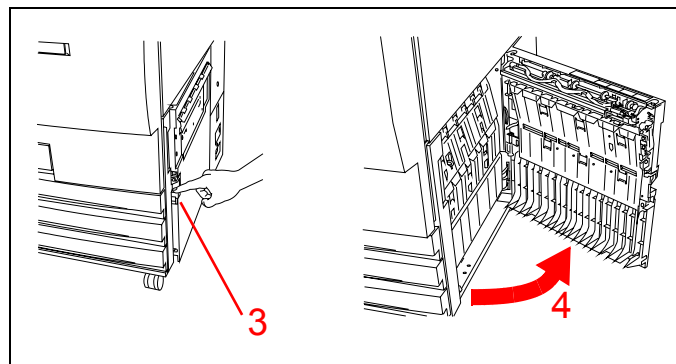

Figura 14
**Muestre** cómo abrir la puerta derecha de la impresora. Consulte la Figura 14.